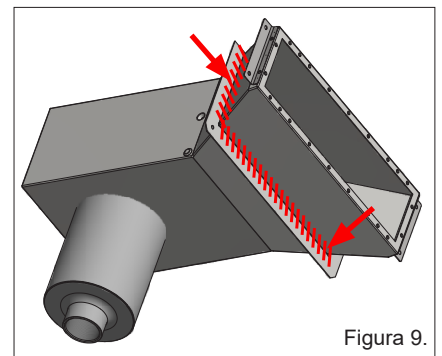

Figura 9.
1. Aplique sellador en la unión entre las bridas de moldeado y la carcasa del desagüe de desbordamiento (consulte la figura 9). Pahlén recomienda sellador TEC7 de Novatech (disponible para su compra en Pahlén) o Aqua Max de Griffon. Cuando aplique el sellador, es importante que la unión se convierta estanca para que no pueda penetrar nada de agua por ella. Consulte las instrucciones del sellador para la preparación, la aplicación y el endurecimiento.